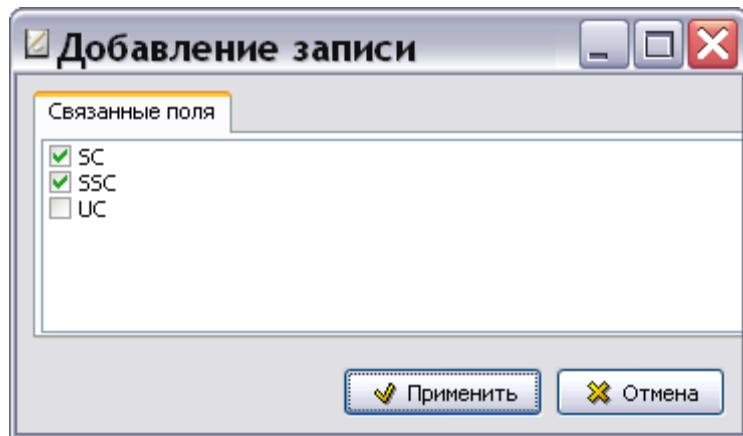

Рис. 2.34
4. В окне **Добавление записи** для связанных полей выберите поля, к которым применяется отличительный код системы, – SC и SSC (Рис. 2.34).